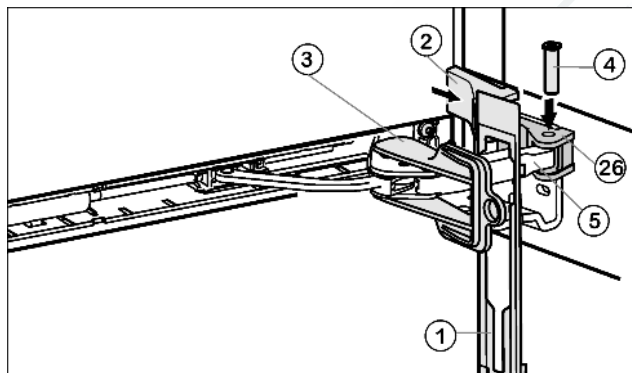

Fig. 11
- Навесьте накладку Fig. 11 (1) на амортизационную скобу таким образом, чтобы передние защелки показывали вперед, а передняя сторона была направлена к устройству.
- Притяните амортизационную скобу Fig. 11 (5) к опорной детали Fig. 11 (26) и сверху снова вставьте палец Fig. 11 (4) таким образом, чтобы квадратная головка сидела в углублении.
- Установите и защелкните крышку Fig. 11 (2).
- Выкрутите фиксатор Fig. 11 (3).
- Надвиньте и защелкните накладку Fig. 11 (1) на дверце.